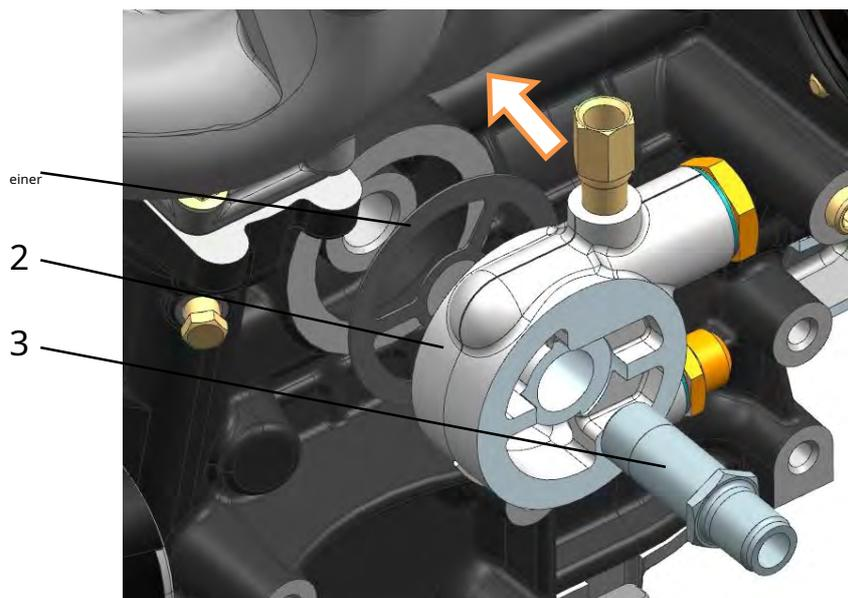

Abb. 222. Installation des Thermoventils:
**neunzehn.** Thermoventil 2 (Abb. 222) mit Dichtung 1 einbauen, dabei ausrichten mit der Armatur nach oben und fixieren Sie das Thermoventil mit der Armatur 3 des Ölfilters und ziehen Sie es mit einem Drehmoment von 39,2 ... 58,8 N m (4 ... 6 kgf m) fest.